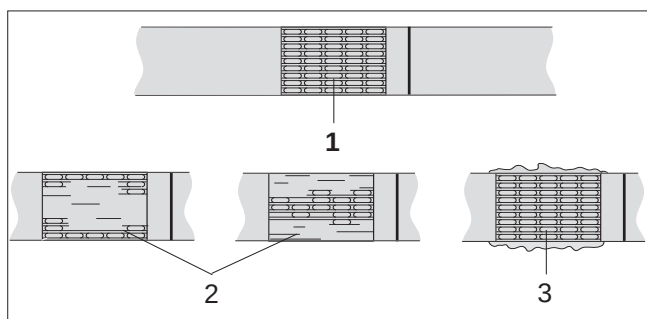

Fig. 12 Controllo della chiusura
- Controllare regolarmente la chiusura (vedi fig.12). **Se la saldatura dovesse risultare difettosa occorre controllare la durata della saldatura (vedi capitolo 6.3.3).**